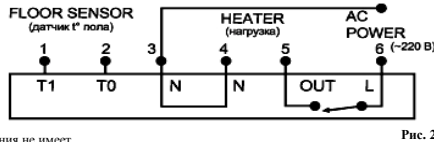

Рис. 2
- В пружинных гнездах клеммника (рис.2) синего цвета №1 (Т1) и №2 (Т0) зафиксируйте (при помощи конусов желтого цвета) концы соединительных проводов датчика t пола.